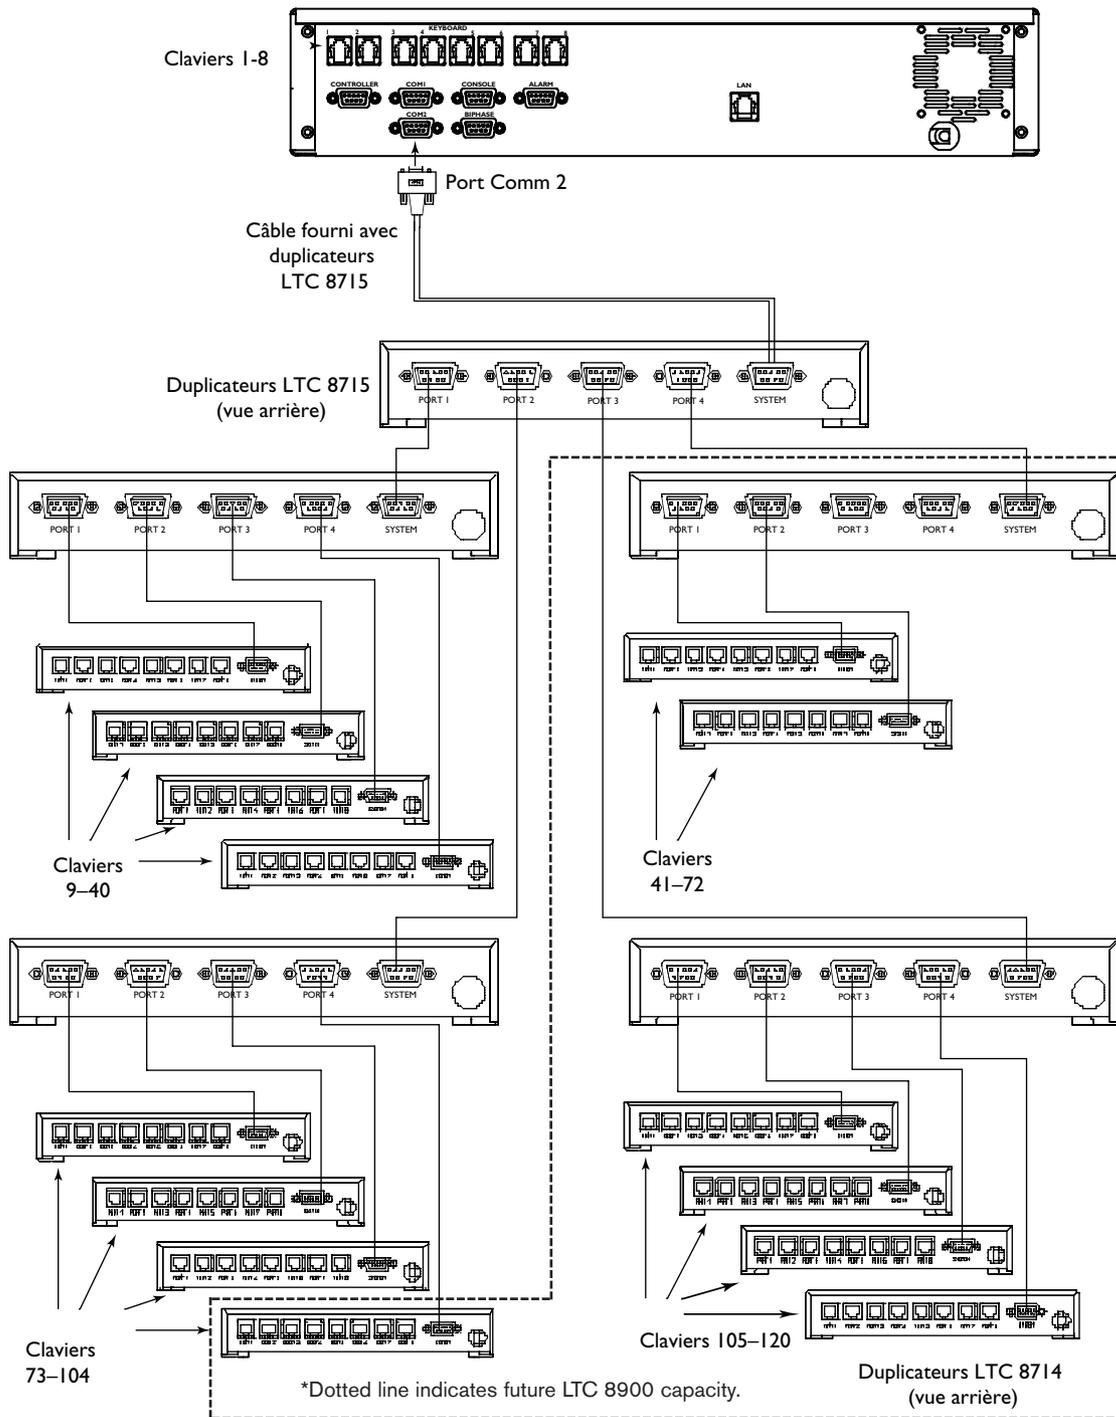

Figure 11 Exemple d'installation pour plus de 32 claviers distants
4. À l'aide du câble fourni avec le LTC 8715, connectez le port SYSTEM du LTC 8715 au port COMM2 de la baie principale Allegiant. Dans cette configuration, vous pouvez connecter un maximum de 32 claviers distants avec quatre LTC 8714 et un LTC 8715. Pour une extension au-delà de 32 claviers distants, vous pouvez utiliser un niveau supplémentaire de duplicateurs LTC 8715. Voir la FIGURE 11.